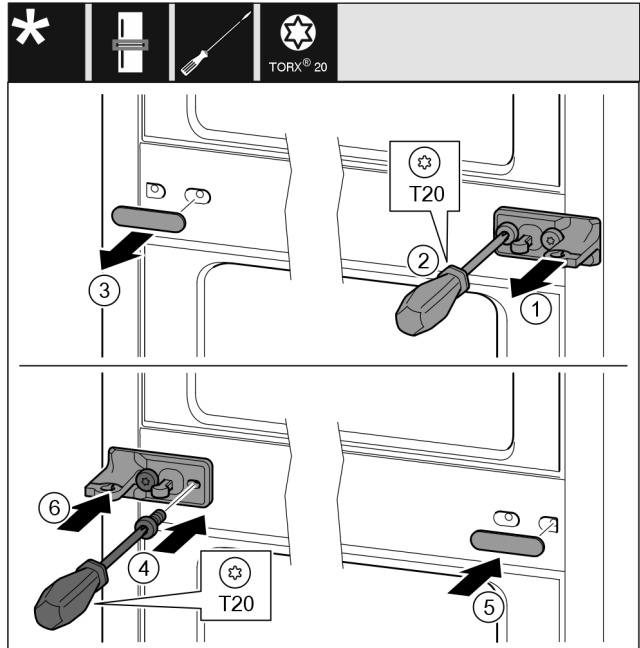

Fig. 12
- ▶ Sluitring Fig. 12 (1) wegnemen.
- ▶ Schroeven Fig. 12 (2) met een schroevendraaier eruit draaien.
- ▶ Afdekking Fig. 12 (3) voorzichtig wegtrekken.
- ▶ Lagerbok met folie Fig. 12 (4) 180° gedraaid aan de andere zijde goed vastschroeven.
- ▶ Afdekking Fig. 12 (5) 180° gedraaid op de andere zijde aanbrengen.
- ▶ Sluitring Fig. 12 (6) van voren af erop schuiven.